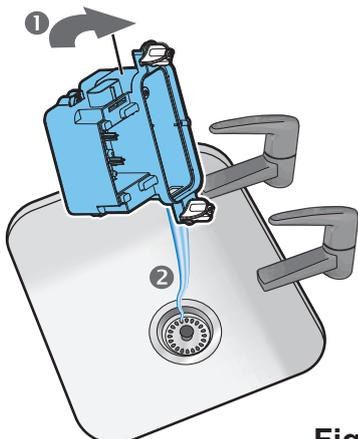

Fig. 12
8. Inclínelo cuidadosamente, como se muestra, para que el líquido salga del sumidero. (Consulte la fig. 12)